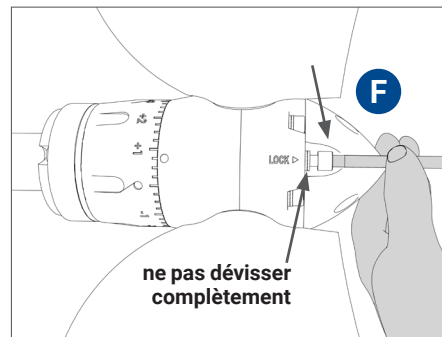

FIG. 24 | Desserrage de la vis d'arrêt
- Dévisser la vis d'arrêt (indiquée par **F** sur la Fig. 24) sur 5-6 tours, ceci permettra de régler le pas sans courir le risque de perdre la vis dans l'eau (n.b. à 10 tours, la vis est complètement extraite de l'hélice avec le risque de la perdre).